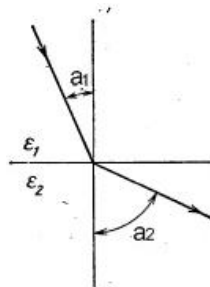

Рисунок 3 – Граница раздела двух сред
10. Имеется плоская граница раздела двух сред (рис.3), обладающих диэлектрическими проницаемостями ϵ_1 и ϵ_2 . Силовые линии электрического поля в